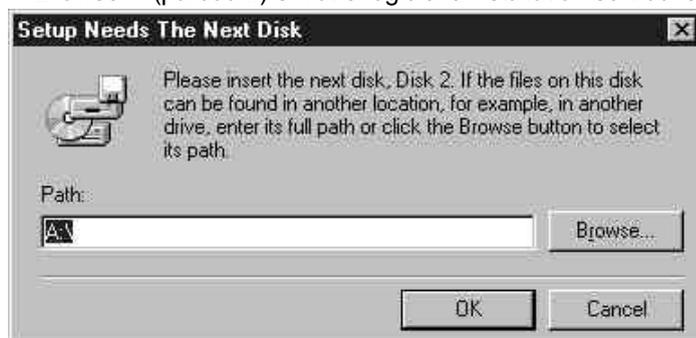

Figure 22 : La fenêtre surgissante « Setup Needs the Next Disk »
10) Lorsque vous voyez apparaître la fenêtre surgissante « Setup Needs the Next Disk » (voir Figure 22 ci-dessous), insérez la disquette d'installation SuperCheck numéro 2 dans le lecteur de disquette. Cliquez sur le bouton « OK » une fois prêt. [Vous pouvez utiliser le bouton « Browse » (parcourir) si votre logiciel d'installation se trouve ailleurs que sur la disquette.]